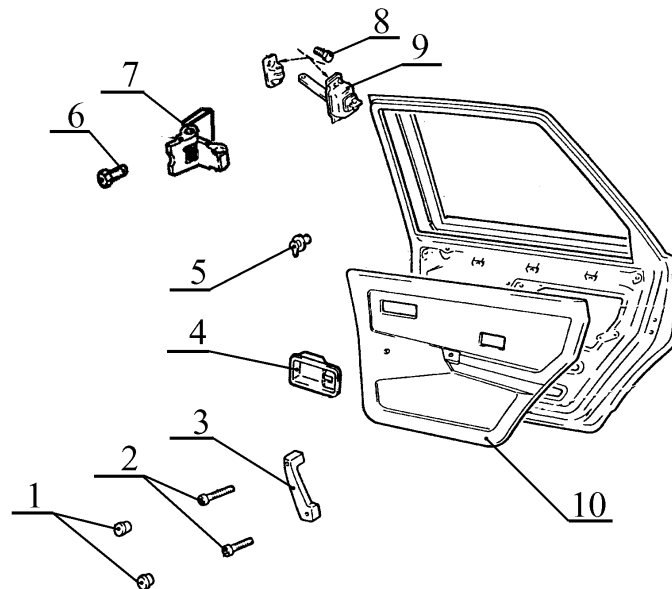

Рис.2. Обивка двери.
2.1 Открыть крышку 1, рис.2, багажника.